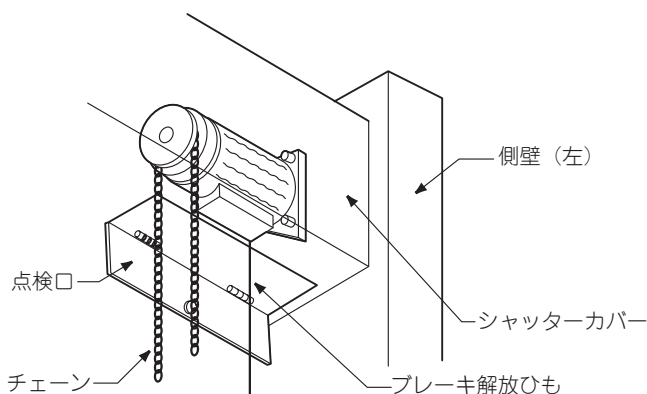
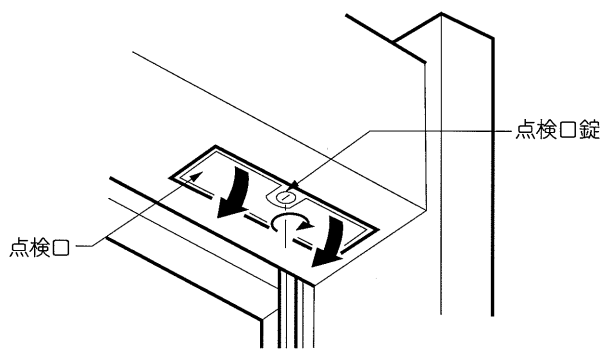

図2-1
図2-2
①点検口錠を右に廻し点検口を開けてください。(図2-2) その時、チェーンが出ますので注意してください。(図2-1)